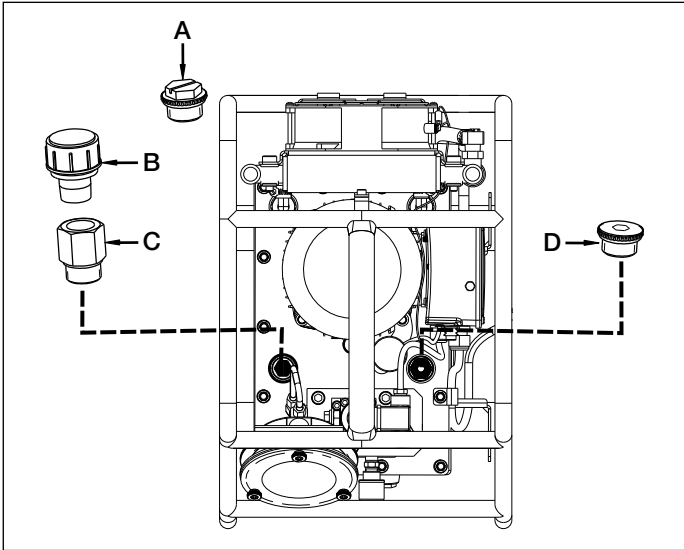
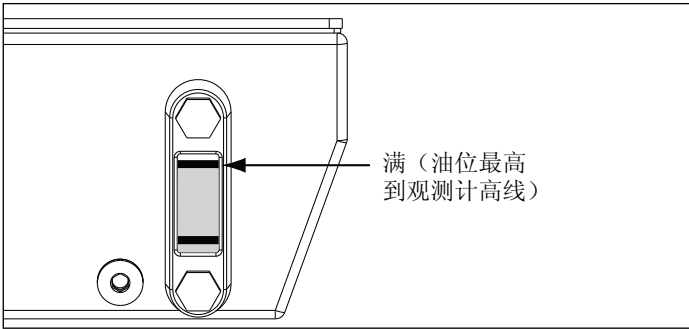

图 1，油箱通气孔和充油塞
图 2，油位观测计
参见图 1。油箱顶部的通气口中安装有一个运输管塞 (A)。使用泵之前，将运输管塞 (A) 换成油箱通气孔 (B) 和适配接头 (C)。
启动前检查泵油位。当油位达到图 2 所示的观测计最高线时，即表示油箱已满。必要时，如图 1 所示拆下加油管上的充油塞 (D)，进行加油。使用 Enerpac HF 油 (ISO 32 级)。